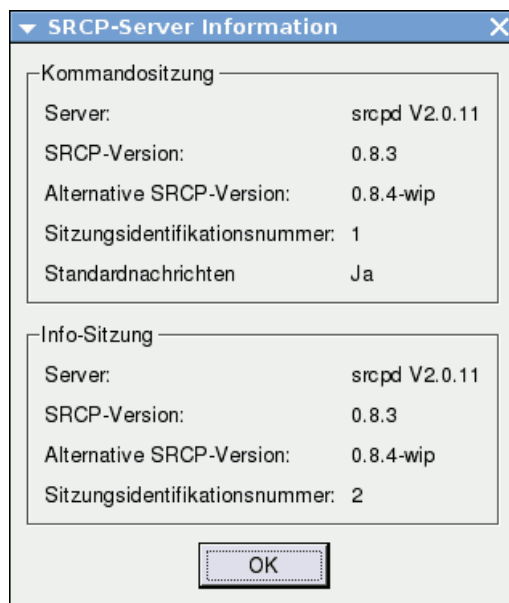

Abbildung 4-12. Information zum verbundenen SRCP-Server
- Information über die Version des verbundenen SRCP-Daemon sowie über die verwendete SRCP-Version (Abbildung 4-12)